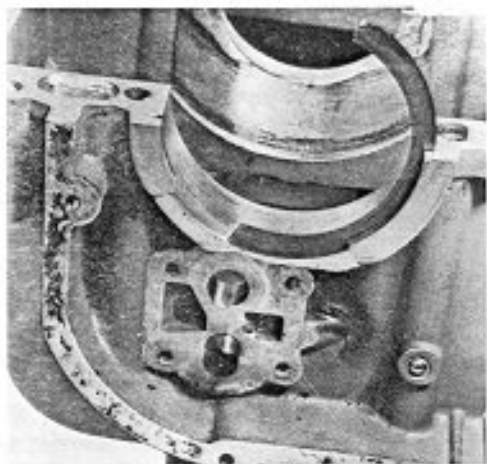

Fig. 156
- Installare l'albero motore nel semicaratter inferiore avendo cura di disporlo correttamente. Accertarsi che i semianelli di posizionamento dei cuscinetti siano inseriti nelle loro cave (Fig. 156).
- Install the crankshaft in lower crankcase half, taking care to properly locate it. Make sure that the bearing retaining clips are installed in their grooves (Fig. 156).